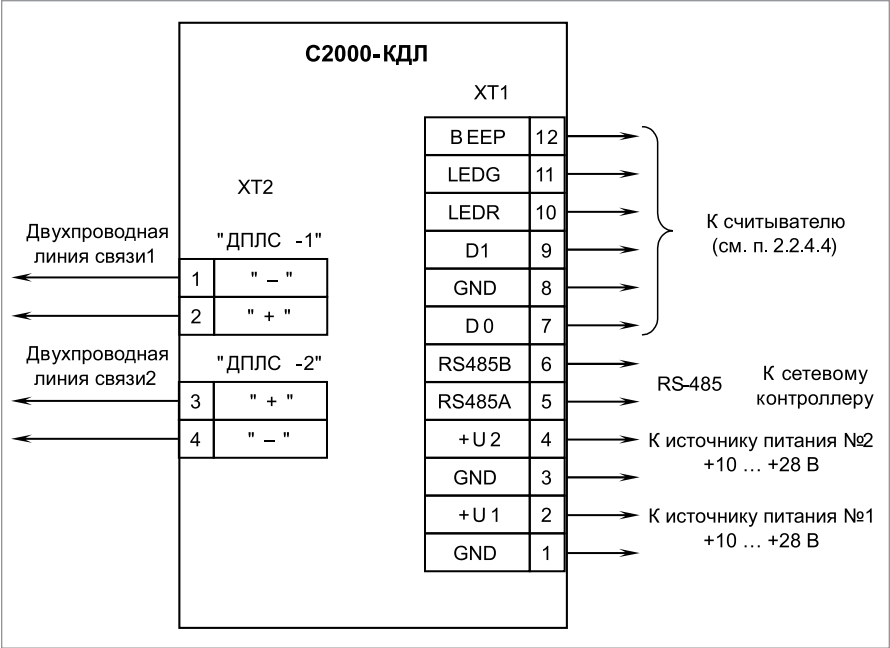

Рисунок 5. Схема внешних соединений C2000-КДЛ
1. Подключите соединительные линии в соответствии с проектной документацией и схемой на Рисунок 5.